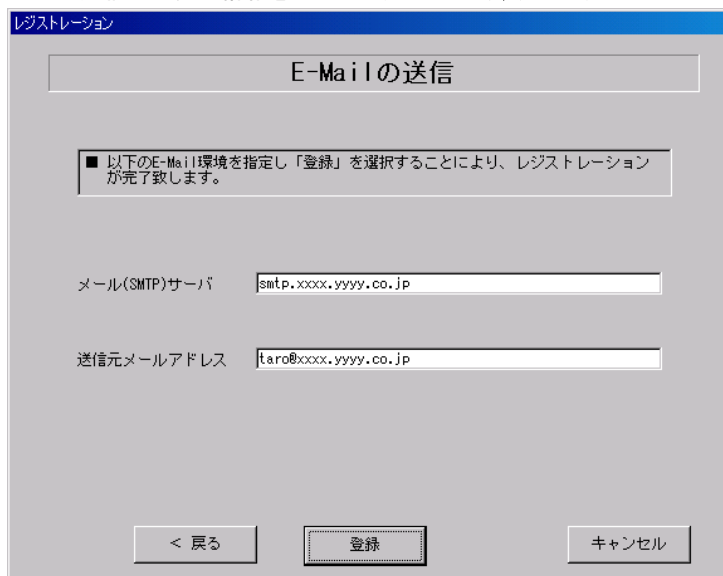

図 4-8 E-mail の送信(インターネット接続【メールのみ】)
- 12 E-mail の送信に必要な情報を入力します(図 4-8、表 4-6)。